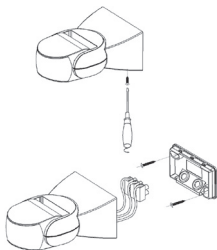

Рис. 4 – Монтаж датчика MW-704
1. Закрепите датчик к потолку (предпочтительнее) или стене, с помощью шурупов (рис. 4).